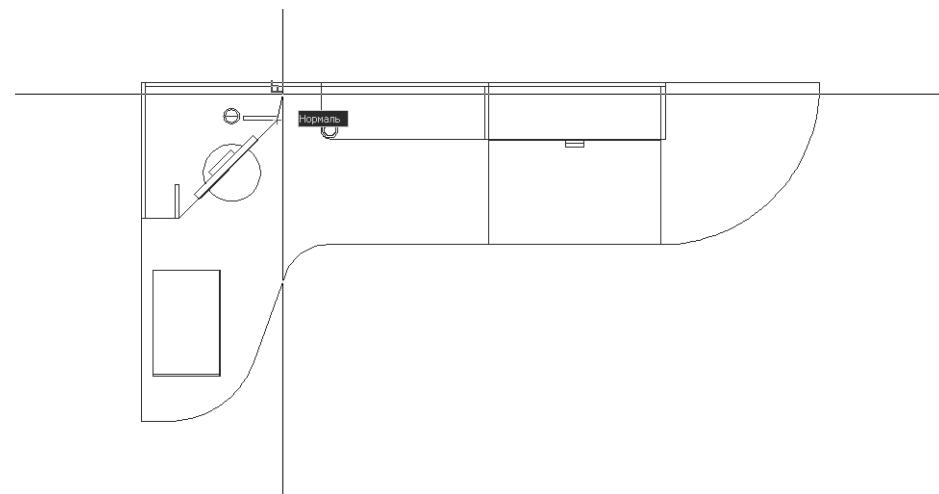

Рис. 6.50 ▼ Создание контура полки под принтер
- Создайте линию контура полки под принтер, используя привязку к оконечным точкам боковой стенки рабочего места старшеклассника и боковых стенок стоек для компакт-дисков, а также к точке падения перпендикуляра (рис. 6.50), после чего удалите контуры боковых стенок стоек для компакт-дисков.